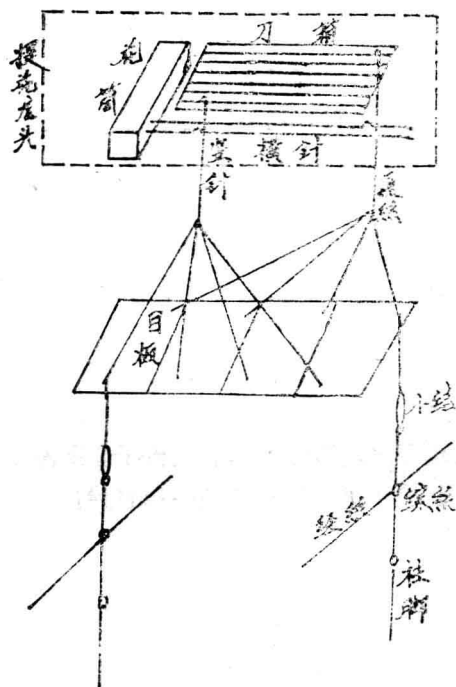

图 1—7 提花龙头开口机构示意图
2. 投梭运动：由投梭机构完成。投梭机构主要包括：直轴、投梭凸轮、投梭转子、侧轴、打手、打棒、皮结等。如图 1—3 所示。丝织机一般采用下投梭机构（K 641 型织机）和中投梭机构（K251、252 型织机）。中、下投梭机构的不同主要是投梭转子在投梭凸轮的上方还是下方，传递给打棒的作用力点在打棒的中间还是在打棒的下方。